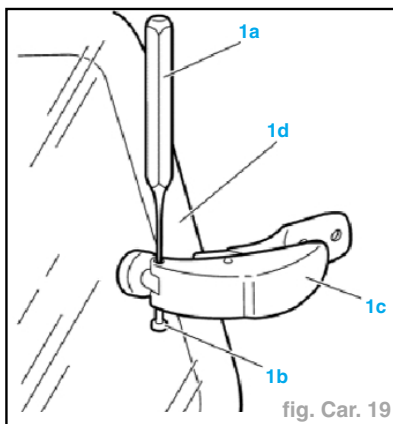

fig. Car. 19
- A l'aide d'un étréssillon (**1a**), extraire de la vitre (**1d**) l'axe (**1b**) et le dispositif d'ouverture/fermeture (**1c**) (fig. Car. 19).